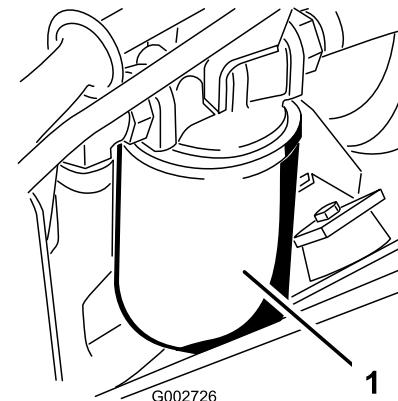

Figure 41
3. Placez un bac de vidange sous le filtre hydraulique situé du côté gauche de la machine (Figure 41).